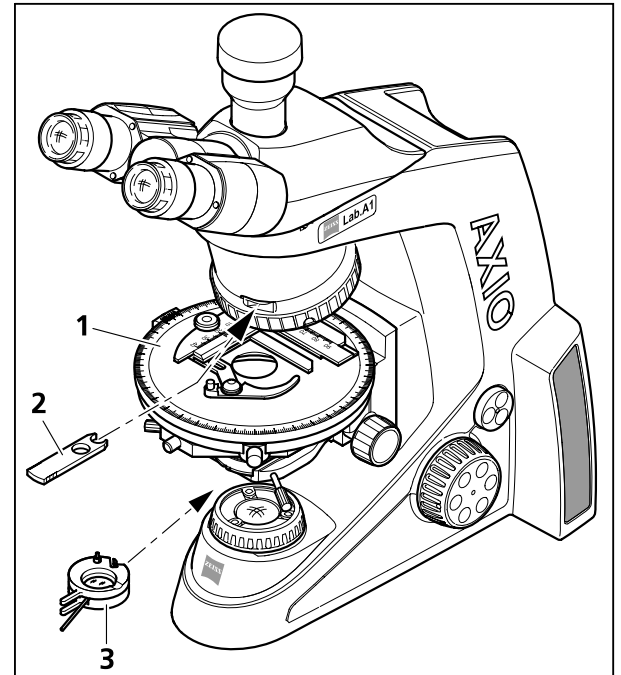

Bild 4-5 **Komponenten zur Durchlicht-Polarisation**
(3) Mikroskop einstellen
- Einstellen des Mikroskops wie im Durchlicht-Hellfeld nach KÖHLER (s. a. Abschnitt 4.1.1 (3)).
- Drehtisch Pol (Bild 4-5/1) (siehe Abschnitt 3.1.8.5) und Objektive (siehe Abschnitt 3.1.8.6) zentrieren.
- Polarisator (Bild 4-5/3) in Strahlengang einschwenken und auf 0° positionieren, sofern ein drehbarer Polarisator verwendet wird.
- Analysatorschieber (Bild 4-5/2) in Aufnahme-schlitz für Kompensatoren einstecken (falls der Tubus nicht mit einem Analysator versehen ist). Aufgrund der gekreuzten Polarisatoren erscheint nun das Sehfeld dunkel. Bei einschraubbaren Analysatoren ist darauf zu achten, dass diese zum Polarisator D ausgerichtet (d. h. gekreuzte Stellung) sind.
- Einstellen des Mikroskops wie im Durchlicht-Hellfeld nach KÖHLER (siehe Abschnitt 4.1.1 (3)).
- Polarisator, fest mit Lambda-Platte (445226-0000-000) (Bild 4-5/3) in den Strahlengang einschwenken.
- Analysatorschieber (Bild 4-5/2) in Aufnahmeschlitze für Kompensatoren einstecken.
(2) Geräteausrüstung
- Drehtisch Pol (Bild 4-5/1)
- Einstellen des Mikroskops wie im Durchlicht-Hellfeld (s. a. Abschnitt 4.1.1 (3)), dabei besonders auf den richtig eingestellten Augenabstand am binokularen Tubus achten (s. a. Abschnitt 3.5.5).
- Drehtisch Pol (Bild 4-5/1) bzw. Objektive zentrieren (siehe Abschnitte 3.1.8.5 und 3.1.8.6).
- Analysatorschieber (Bild 4-5/2) in Aufnahmeschlitz für Kompensatoren einstecken (falls der Tubus nicht mit einem Analysator versehen ist). Aufgrund der gekreuzten Polarisatoren erscheint nun das Sehfeld dunkel. Falls nicht, den Analysator im Tubus oder die Zwischenplatte ausrichten.